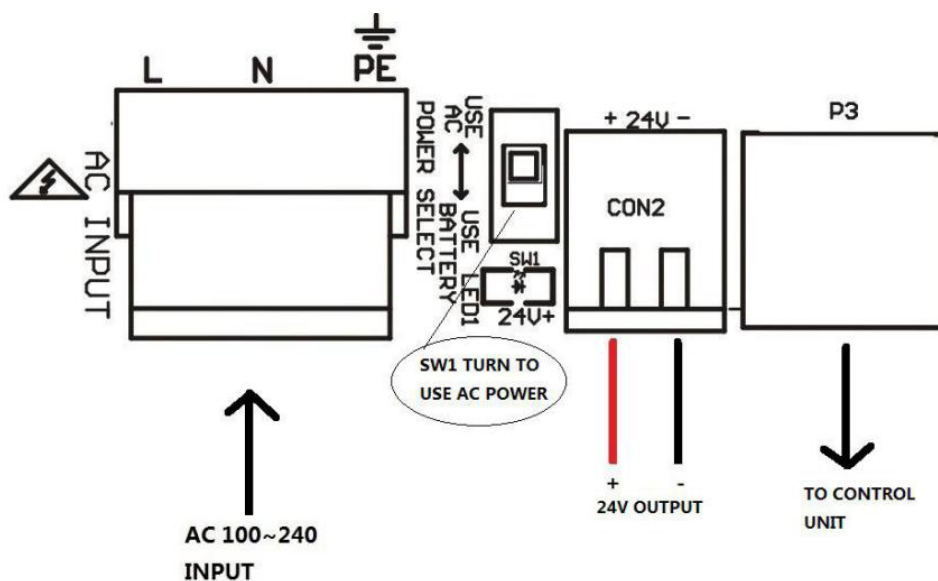

Fig. 4.1
2. Para utilizar a alimentação CA, alterne o **interruptor SW1** para **USE AC POWER**, conforme mostrado na **Fig. 4.1**.